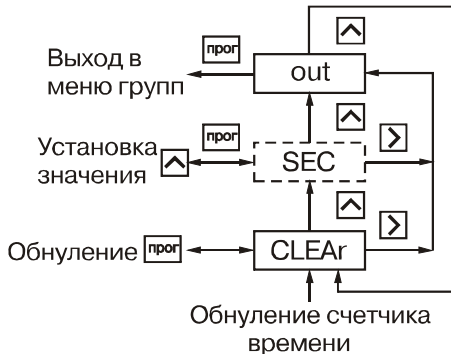

Рис. 29
6.1.12. Группа "t\_rES" (рис. 29) предназначена для обнуления счетчика времени, например в случае использования прибора в качестве счетчика наработки.